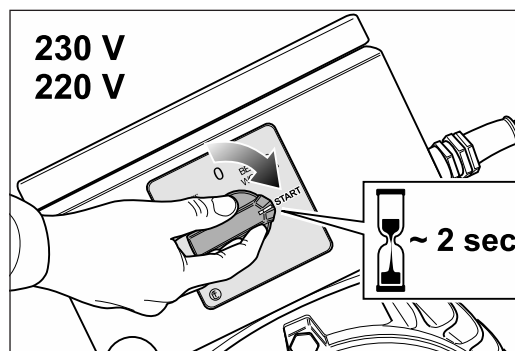

Abb. 24 Zum Einschalten den Schalterknopf am Motor auf die Position -START- drehen und für ca. 2 Sekunden auf dieser Position festhalten. **Abbildung ähnlich.**
- 2 Drehen Sie zum Einschalten der Maschine den Schalterknopf am Motor auf die Position -START- und halten Sie ihn für ca. 2 Sekunden auf dieser Position fest (Abb. 24).